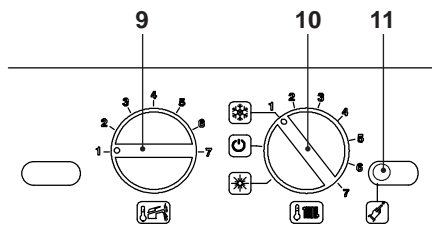
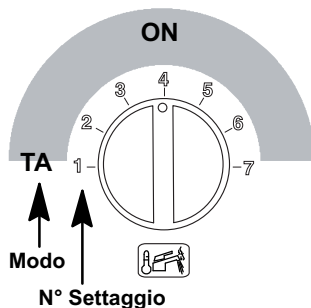

Figura 5.45
Figura 5.50
- Prima di alimentare elettricamente la caldaia posizionare la manopola 10 come indicato in Figura 5.45.
- Per settare il funzionamento modo pompa, bisogna entrare in programmazione premendo per 15 secondi il pulsante di ripristino 11, in Figura 5.45 fino alla comparsa del parametro **P01** sul display LCD; sul display LCD compare la seguente visualizzazione (la sequenza **P01** si alterna --- --).
- Premere il pulsante di ripristino 11 in Figura 5.45 per lo scorrimento dei vari parametri sino al raggiungimento del parametro **P13** valido per il settaggio modo pompa; sul display LCD compare la seguente visualizzazione (la sequenza **P13** si alterna **01**).
- Per cambiare il settaggio ruotare la manopola regolazione temperatura sanitari 9 Figura 5.45 - Figura 5.50 posizionandola nel modo pompa prescelto (nella Figura 5.50 esempio di manopola settata per Modo pompa **ON**); nell'LCD la sequenza **P13** si alterna con **04**.